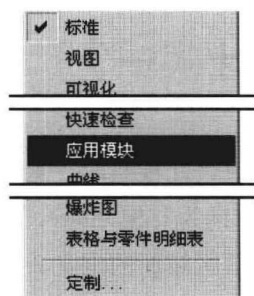

图 1.2 快捷菜单
Step1. 打开 UG NX5.0 软件，在工具条中右击，此时系统弹出图 1.2 所示的快捷菜单。